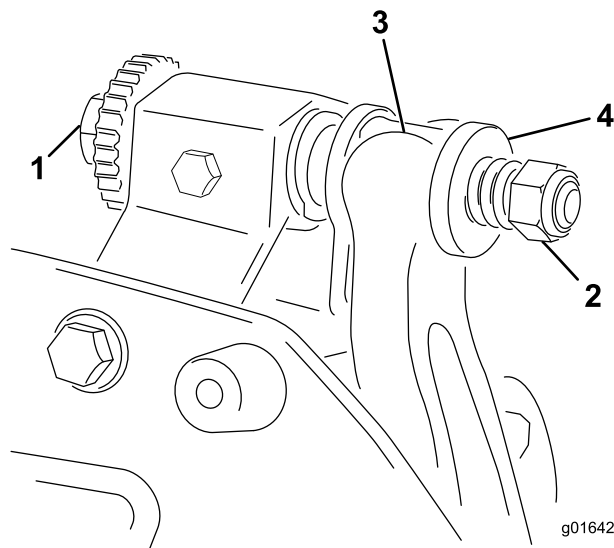

Figure 13
1. Tournez la vis de réglage de la barre d'appui dans le sens antihoraire pour éloigner la contre-lame du cylindre (**Figure 13**).
2. Faites sortir l'écrou de tension du ressort jusqu'à ce que la rondelle ne soit plus tendue contre la barre d'appui (Figure 13).
1. Montez l'ensemble barre d'appui/contre-lame en positionnant les languettes de montage entre les rondelles et la vis de réglage de la barre d'appui (Figure 13).